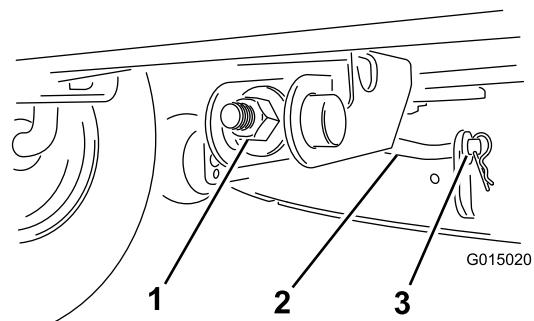

Bild 33
10. Befestigen Sie die vordere Stützstange mit der Scheibe und dem Splint am Mähwerk (Bild 33).